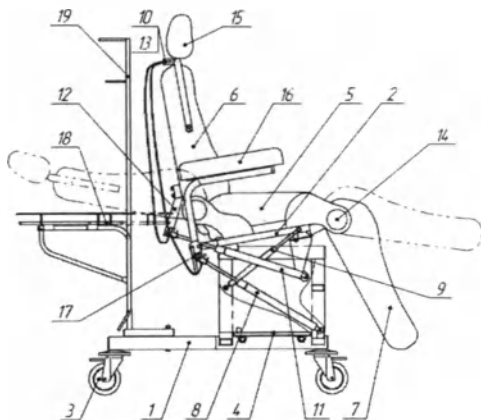

Рис.1 Тележка кресельная ТВК-ММ мод.1273
- Конструкция тележки (рис. 1) включает в себя: